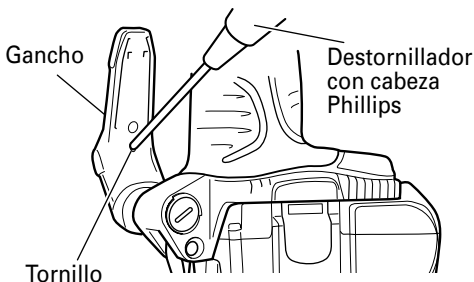
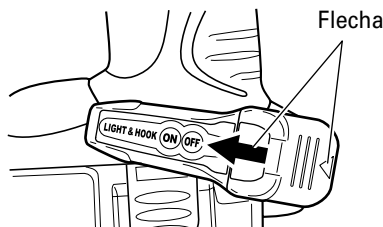

Fig. 15
Fig. 16
(4) Sustitución de las pilas
- (a) Afloje el tornillo de gancho con un destornillador tipo Phillips (Núm.1) (Fig. 15) Quite la tapa del gancho empujando en la dirección de la flecha. (Fig. 16)
- (c) Haga coincidir la muesca del cuerpo principal del gancho con el saliente de la tapa del gancho, presione la tapa en la dirección opuesta a la flecha mostrada en la Fig. 16 y apriete el tornillo.